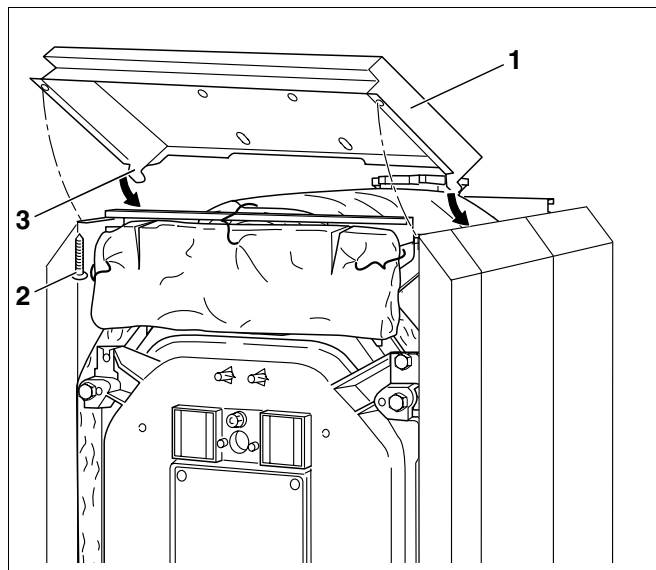

Рис. 52 Установка передней крышки
- Переднюю крышку (рис. 52, поз. 1) с двумя крюками (рис. 52, поз. 3) установить на передние секции боковых стенок.
- Закрепить двумя саморезами (рис. 52, поз. 2) переднюю крышку снизу к продольным планкам.